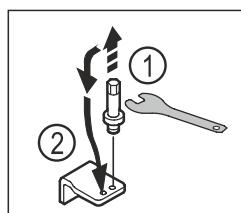

Fig. 13
- Odvrnite svornjak donjeg ležajnog postolja vanjskim šesterostranim ključem veličine 5. Fig. 13 (1)
- Umetnite svornjak na suprotnoj strani. Fig. 13 (2)